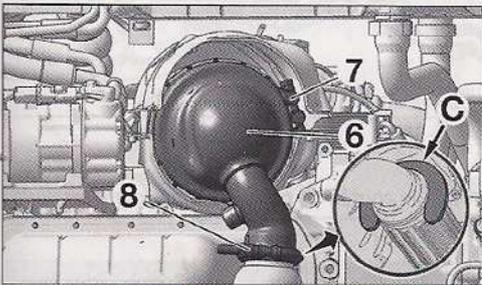

FIG. 74
- Intercalar la arandela de posicionado del flexible de escape (en "c") (Fig.74).